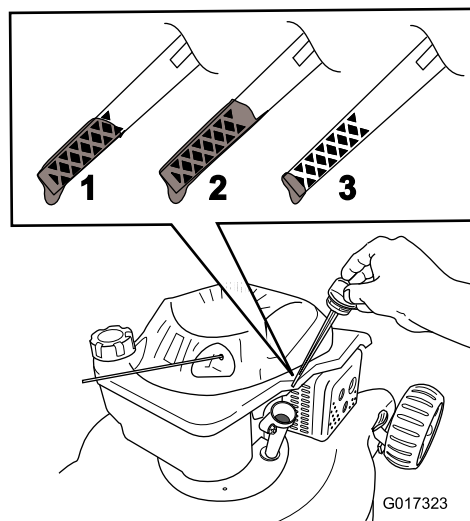

Figure 26
4. Retirez la jauge (Figure 26).
11. Observez le niveau d'huile indiqué par la jauge (Figure 26).